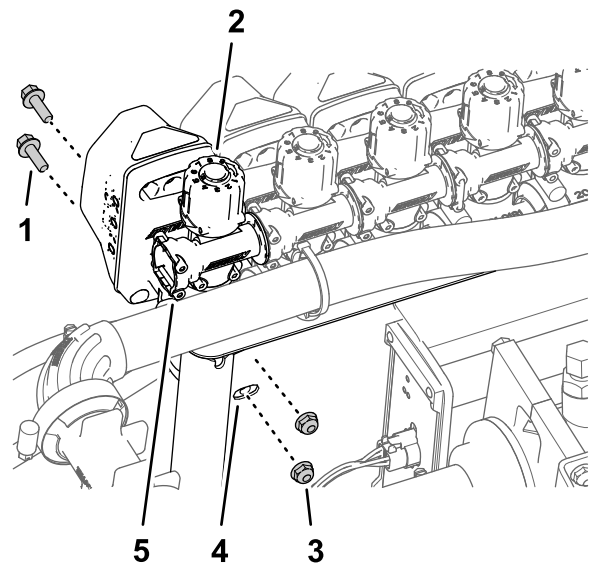
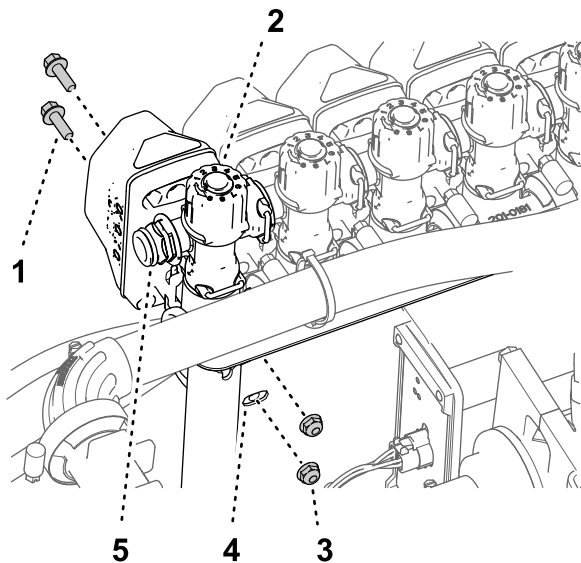

Figura 106
Figura 105
3. Monte la válvula de boquilla 10 en el soporte de las válvulas (Figura 105 o Figura 106) con los 2 pernos con arandela prensada (1/4" x 3/4") y las 2 contratuercas (1/4") que retiró en el paso 2 de Retirada de las válvulas de sección del soporte del distribuidor (página 32).